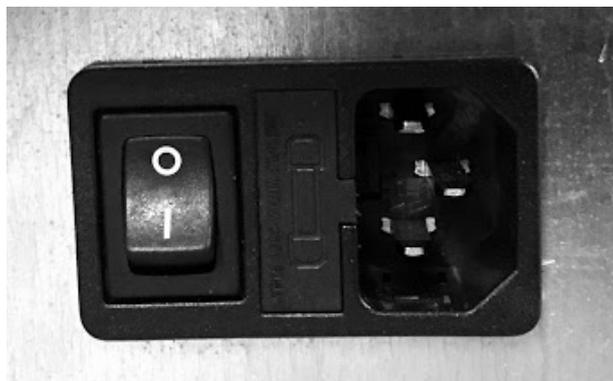

Fig. 24 - Tomada elétrica com interruptor geral
- Ligar o cabo de alimentação primeiro na parte traseira da estufa (ver **Fig. 24**) e depois a uma tomada elétrica na parede.
- O interruptor geral O/I (ver Fig. 24) é acionado apenas para acender a estufa, caso contrário é aconselhável mantê-lo desligado.